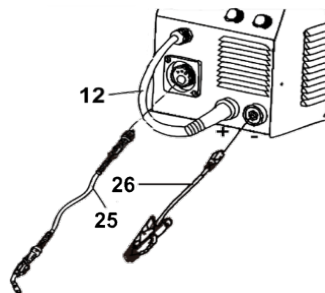

Рисунок 8
- під'єднайте еврорукав з пальником MIG/MAG (25, рисунок 8) до роз'єму (11, рисунок 1). Поедняйте кінець еврорукава з 4-ма отворами в роз'ємі, вставте та зафіксуйте за допомогою стопорної гайки;
- під'єднайте кабель-перехідник MIG/MAG (12, рисунок 8) до роз'єму «+» (10, рисунок 1);
- під'єднайте кабель робочого затискача «маси» (26, рисунок 8) до роз'єму «-» (9, рисунок 1), а сам робочий затискач до об'єкта зварювання якомога ближче до місця зварювання;